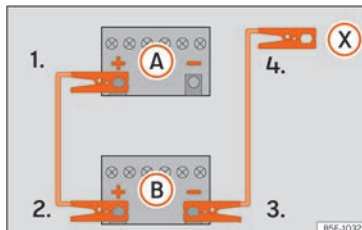

Abb. 54 Anschlussschema für Fahrzeuge ohne Start-Stopp-System.
zeugs mit der entladenen Fahrzeugbatterie (A) »» » **Abb. 54**.
3. Klemmen Sie das andere Ende des roten Starthilfekabels an den Pluspol (+) des Strom gebenden Fahrzeugs (B).
- 4a. Bei Fahrzeugen ohne Start-Stopp-System: klemmen Sie ein Ende des schwarzen Starthilfekabels an den Minuspol (-) des stromgebenden Fahrzeugs (B) »» » **Abb. 54**.